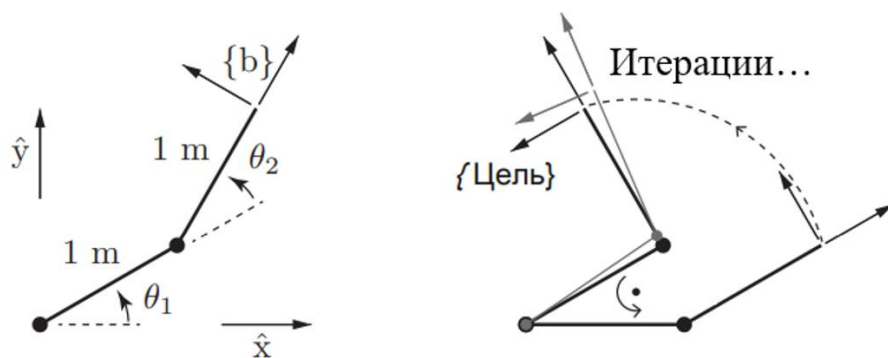

Рисунок 7. Робот 2R.
1.1 Используя численный метод Ньютона-Рафсона (метод касательных), определить величины углов  $\theta_1$  и  $\theta_2$  (рис. 7) для положения острия робота (зоны расположения конечного эффектора) в координатах  $(x, y) = 0,366; 1,366$  м. Длины обоих сегментов, соответственно рисунку 7, равны 1 м.